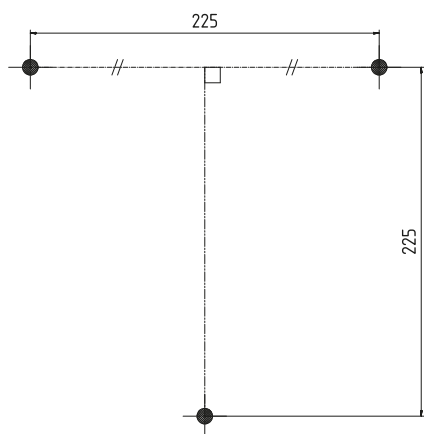

Fig. 12: Szablon do wiercenia otworów do montażu naściennego
1. Zaznaczyć odwierty na ścianie (Fig. 12) i wywiercić je.